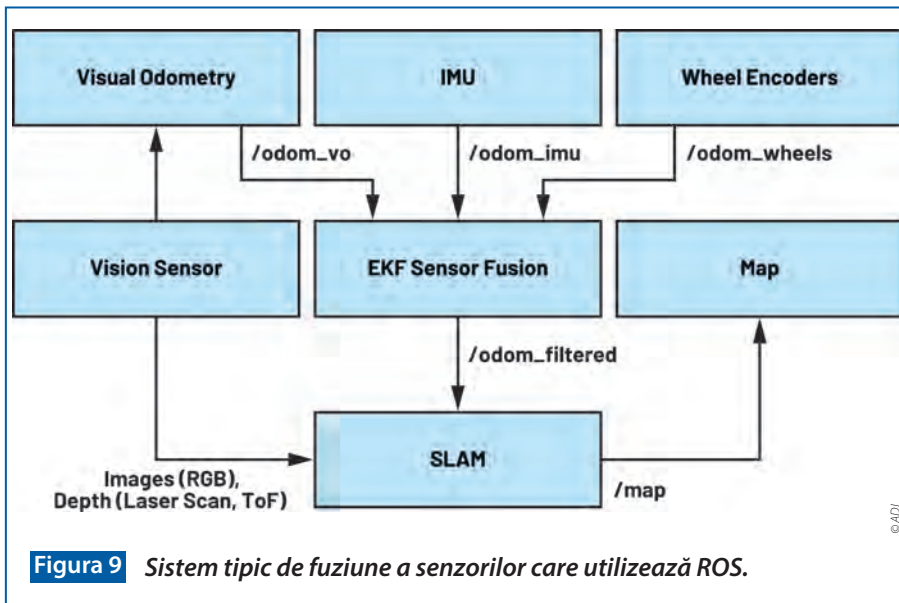

Figura 9 Sistem tipic de fuziune a senzorilor care utilizează ROS.
- Într-un sistem tipic de operare pentru roboți (ROS), senzorii de viziune împreună cu senzorii IMU și cei odometrici (figura 9) sunt fuzionați utilizând un pachet ROS open-source foarte răspândit – robot\_localization3 – care utilizează în nucleul său algoritmul EKF.